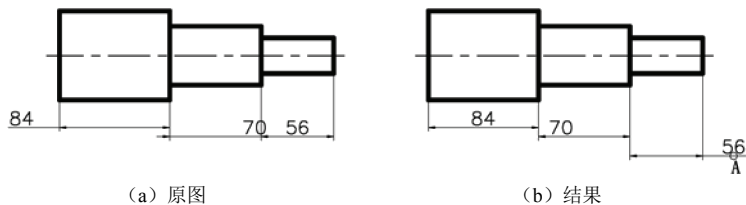

图 8-56 尺寸文本位置修改
(1) 选择标注: 选择标注的尺寸进行修改。
(2) 为标注文字指定新位置: 在屏幕上指定文字的新位置。
(3) 左对齐(L): 沿尺寸线左对齐文本 (对线性尺寸、半径、直径尺寸适用)。
- (4) 右对齐(R): 沿尺寸线右对齐文本 (对线性尺寸、半径、直径尺寸适用)
- (5) 居中(C): 将尺寸文本放置在尺寸线的中间。
- (6) 默认(H): 放置尺寸文本在默认位置。
- (7) 角度(A): 将尺寸文本旋转指定的角度。该选项和 `dimedit` 中的旋转效果相同。
**【例 8.21】** 将图 8-56 (a) 所示尺寸调整位置, 调整后显示为如图 8-56 (b) 所示结果。首先在图样上进行尺寸标注, 提示文字摆放位置时参照图 8-56 (a) 放置, 然后进行下面的练习。